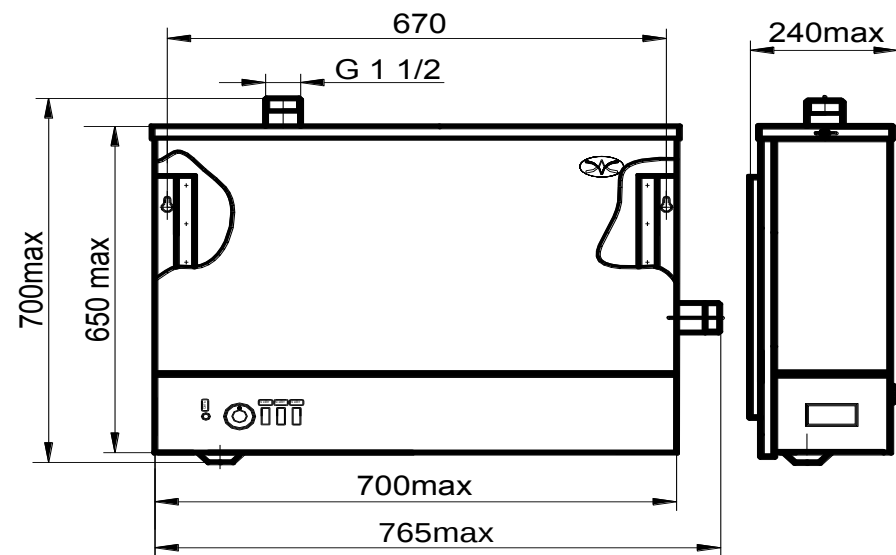

Рис.1 Водонагреватель ЭВПМ-36...48. Габаритный чертеж.
4.1. Водонагреватель рис. 1 представляет собой корпус из трех труб соединенных патрубками, внутри которых расположены трубчатые электронагревательные элементы (ТЭН), объединенные в блок нагревателей. Корпус водонагревателя имеет два патрубка: нижний – для подвода холодной воды, верхний – для отвода нагретой воды. Корпус водонагревателя закрыт металлическим кожухом.